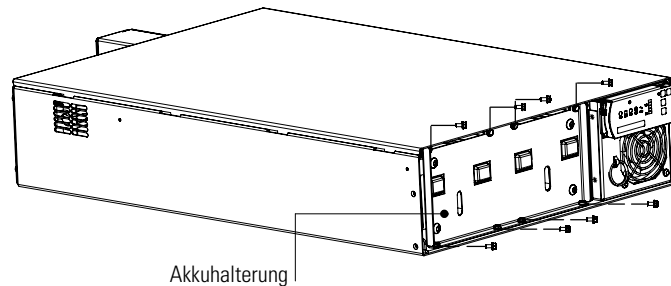

Abbildung 10. Akkuhalterung
2. Die Akkuhalterung abschrauben und beiseite legen (siehe Abbildung 10).